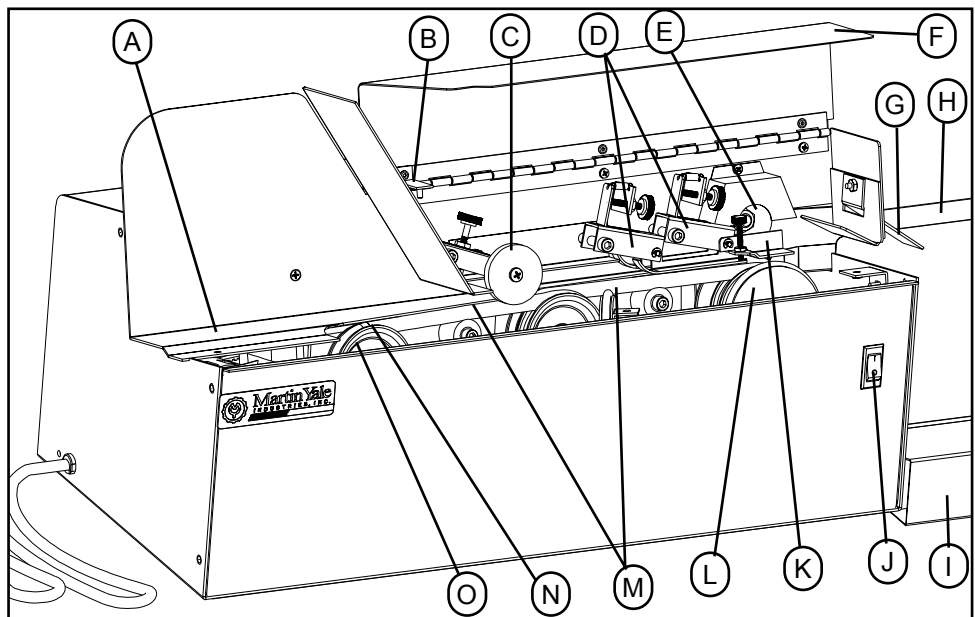
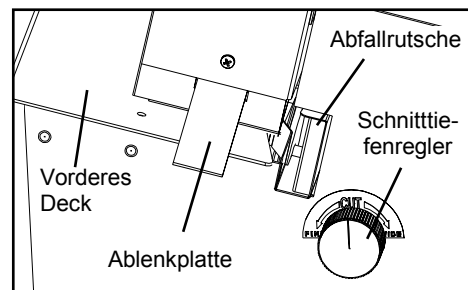

Abbildung 1
Abbildung 2
- \* Beachten Sie die doppelten Spiralförderbänder (M, siehe Abb. 1). Durch ihre spiralförmige Bewegung gegen den Uhrzeigersinn werden die Umschläge gegen die Rückplatte gestaucht, um Präzisionsschlitzen zu ermöglichen. Beachten Sie, dass das Band links schärfer abgewinkelt ist. So werden die Umschläge für die Zufuhr nach rechts vorbereitet.
- \* Das Transportrad (ohne Abbildung), ein weiteres Merkmal des Modell 62002, stellt zusätzlich sicher, dass übergroße Umschläge innen auf das vordere Deck befördert werden (Abb. 2).
- \* Das Rückhalterad (C) verhindert ladeseitigen Papierstau. Es wird mit Federkraft betrieben. Je dicker der Umschlag, desto größer der Druck, der vom Rückhalterad ausgeübt wird. So wird effektiv verhindert, dass mehr als ein Umschlag auf einmal zugeführt wird.
Selbstschärfende Klingen aus Präzisionsstahl (E) schneiden eine maßhaltigen Streifen von jedem Umschlag ab, gleich ob dieser mit der Vorderseite nach oben oder unten eingeführt wurde. Der Schnitttiefenregler auf der rechten Seite (siehe Abb. 2) reguliert die Klinge und ermöglicht dem Anwender, die Schnitttiefe zwischen breit und fein zu verstellen.
Bei den meisten Brieföffnungsanlagen ist das Innere erst nach Abnahme der gesamten Betriebseinheit zugänglich. Das Modell 62002 hat dagegen ein einzigartiges, geteiltes Deck um dieses Problem zu lösen. Das Deck ist längs in zwei Hälften geteilt, die vordere (siehe Abb. 2) und hintere Hälfte. Die vordere Hälfte ist abnehmbar und vereinfacht so Reinigung, Inspektion und Reparatur des Inneren des Brieföffners.
Diese Installation ist nur einmal durchzuführen. Entnehmen Sie das Plastikpaket dem Versandkarton. Dieses Paket enthält die nickelbeschichtete Ablenkplatte und die passende Schraube. Einfach wie abgebildet außen festschrauben. (Siehe Abb. 2)
Der Auffangbehälter befindet sich auf der Ausgangsseite des Falzers, um die behandelten Umschläge, die von der Maschine ausgeworfen werden, aufzufangen (Positionierung siehe Abb. 1). Der Abfallbehälter liegt in einer schmalen Aussparung des Auffangbehälters. Die gesamte Einheit wird dann so ausgerichtet, dass die innere vordere Wand des Abfallbehälters gegen den vorderen Rand der vorstehenden Lippe der Abfallrutsche stößt. (Siehe Abb. 2).
Regeln Sie die gewünschte Schnitttiefe am Schnitttiefenregler (Abb. 2) von breit nach fein. Der Schnitt sollte tief genug sein, um Umschläge sauber zu öffnen, aber fein genug, um sicherzustellen, dass die Klinge nicht mit Inhalten wie Schecks oder Zahlungsanweisungen usw., oder Münzen, Heft- oder Briefklammern in Berührung Vergewissern Sie sich, dass der Brieföffner Modell 62002 abgeschaltet ist, also der Netzschalter auf „O“ steht. Stecken Sie das Stromkabel in eine geeignete Netzsteckdose.